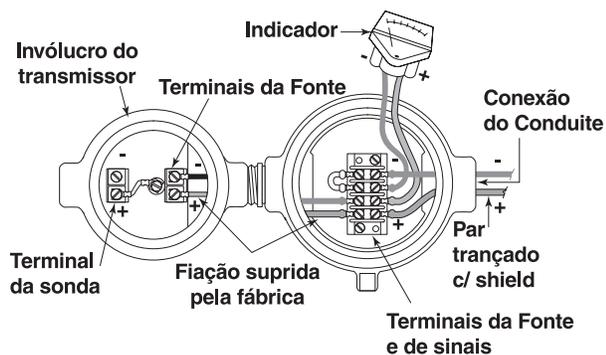

Figura 8
4. Conecte o fio positivo ao terminal(+) e o fio negativo ao terminal(-). Conecte o shield ao parafuso de terra de cor verde na base do invólucro. Faça com que esta conexão seja a menor possível. Veja a Figura 8.